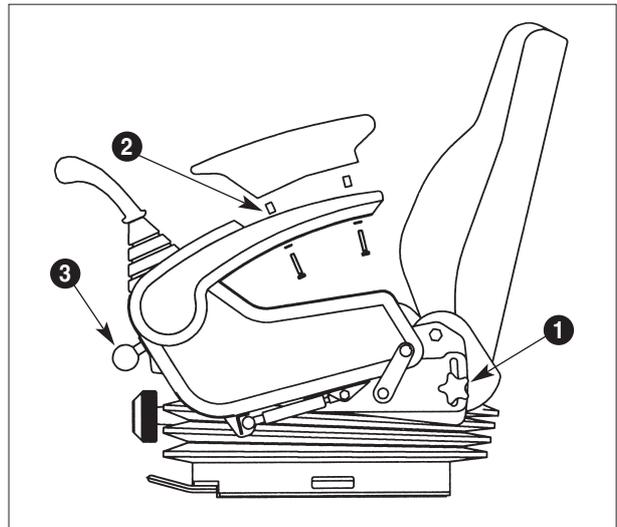
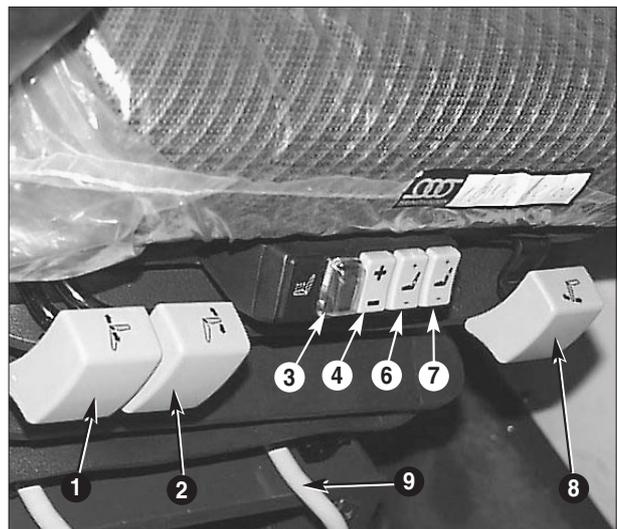

Abb. 23
Abb. 24
Einstellgriff 3 Abb. 23 benutzen.
Die Neigung der Armlehne kann durch Lösen von Einstellgriff 1 Abb. 23 und Heben oder Senken der Armlehne reguliert werden. Das Polster der Armlehne kann durch Lösen der Schrauben und Wenden oder Entfernen der Distanzstücke 2 Abb. 23 eingestellt werden.
**Einstellungen** (Abb. 23 und Abb. 24):
Schalter 25 Abb. 24 wechselt zwischen Abstützung und Zusatzverbraucher am Unterwagen. Wird dieser Schalter aktiviert, können die Zusatzanschlüsse am Unterwagen mit dem Fußpedal 4 betätigt werden. Schiebeschild, Stützbeine und Zusatzverbraucher 1 sind nicht funktionsfähig, wenn die Anschlüsse am Unterwagen aktiviert sind.